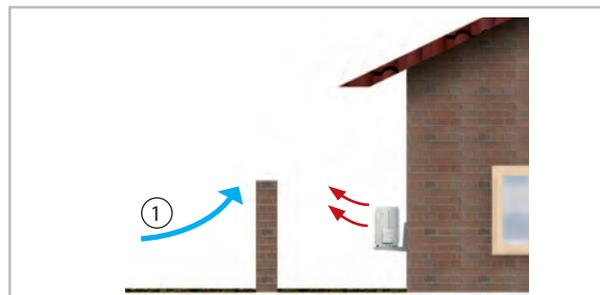
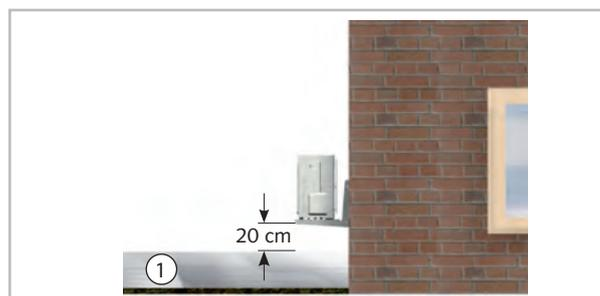

Fig. 46: Protection contre le vent
Fig. 47: Protection contre la neige
- Si vous placez le module externe à un emplacement très venté, vous devez le protéger du vent et des moyens de stabilisation supplémentaires sont recommandés. Cela peut être réalisé par exemple avec des câbles métalliques ou d'autres constructions (Voir la Fig. 46). Vérifiez les limites d'enneigement (Voir la Fig. 47).
- Veillez, lors de l'installation, à la hauteur d'enneigement attendue et prévoyez un espace d'env. 20 cm permettant, toute l'année, l'aspiration et la soufflerie de l'air extérieur (Voir la Fig. 47).